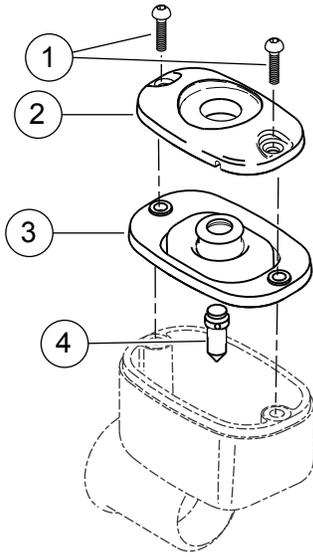

Abbildung 1. Ersatzteile: Bremsflüssigkeitsbehälter
Siehe Abbildung 1, Tabelle 1, Tabelle 2 und Tabelle 3.
2. Siehe Abbildung 1. Den neuen Deckel (2) mit Schauglas (4) und Dichtung (3) anstelle der Originalteile anbringen.